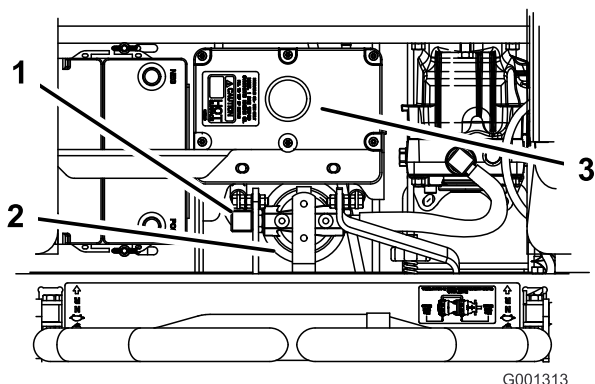

Figure 63
4. Débranchez la conduite hydraulique droite qui est raccordée à l'adaptateur (Figure 63).
6. Rebranchez la conduite hydraulique droite à l'adaptateur (Figure 63).